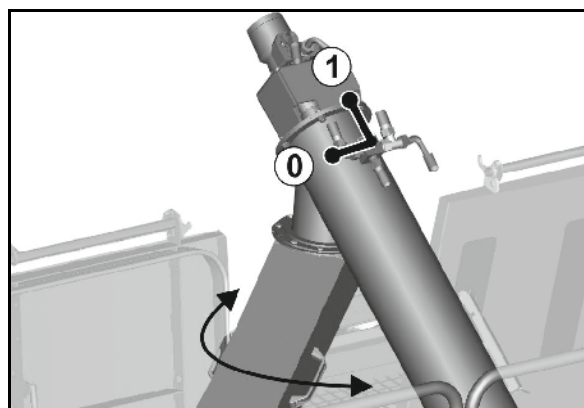

Fig. 95
7. Wahlhebel (Fig. 95/1) in Position **A** bringen.